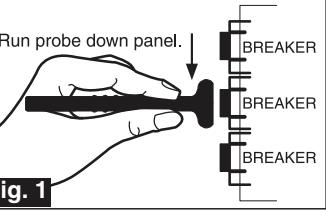

Fig. 1
5. Using the "wand" on the receiver, as shown in Fig. 1, trace the breakers or fuses to detect the transmitting signal. The orientation of the wand is critical in order to pick up the transmitting signal. Place the wand as shown for proper operation.
- Usando la "vara" del receptor, como se muestra en la Fig. 1, rastree los disyuntores o fusibles para detectar la señal de transmisión. La orientación de la vara es crucial con el fin de detectar la señal de transmisión. Ponga la vara como se muestra para que funcione bien.